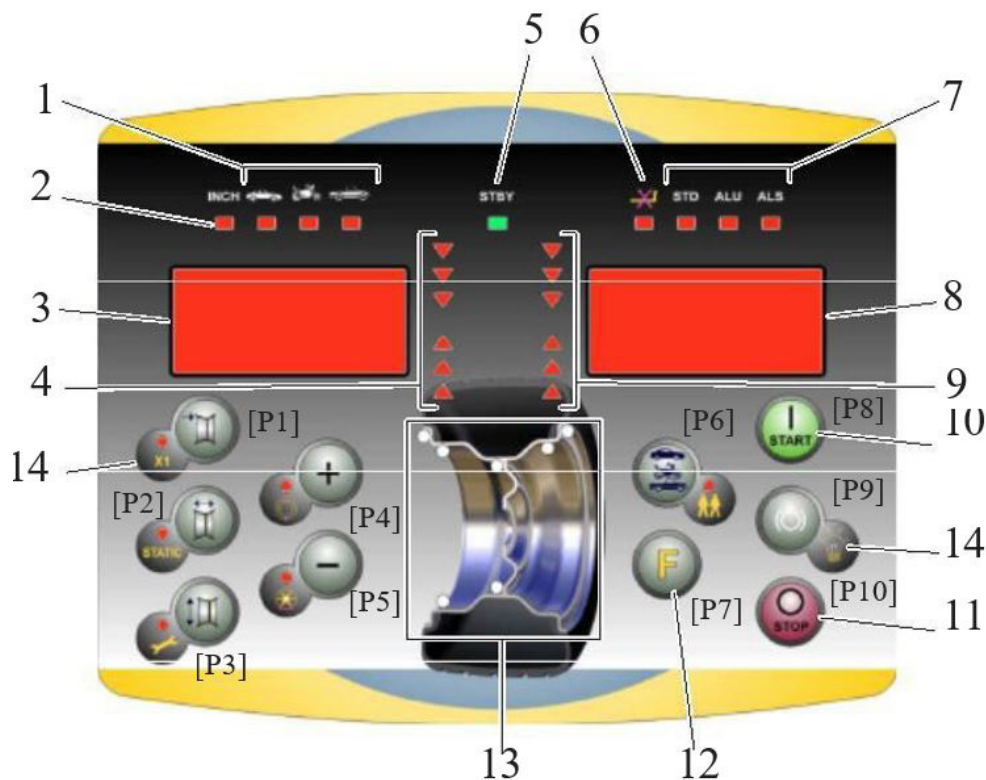

Fig1
Maskinens betjeningspanel er vist i Fig1. Betjeningspanelet gør det muligt for operatøren at give kommandoer samt indtaste eller ændre data. Det samme betjeningspanel viser afbalanceringsresultaterne og maskinens meddelelser.
Funktionerne for de forskellige sektioner på betjeningspanelet er beskrevet i tabellen for Fig1. Bagsiden af betjeningspanelet indeholder den elektroniske styreplade CPU-C1, som indsamler, bearbejder og viser data.
- Programtype, LED – Se Fig1
- Vægtubalancer, Positions-LED – Se Fig1